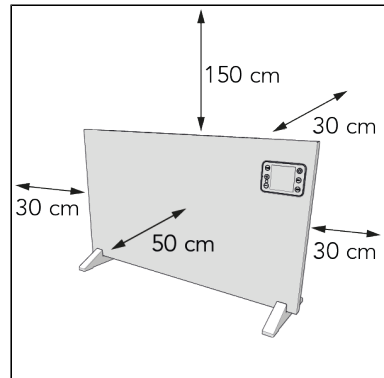

Abbildung 42.
5. Platzieren Sie das Gerät mit einem Mindestabstand (Abbildung 42) von: